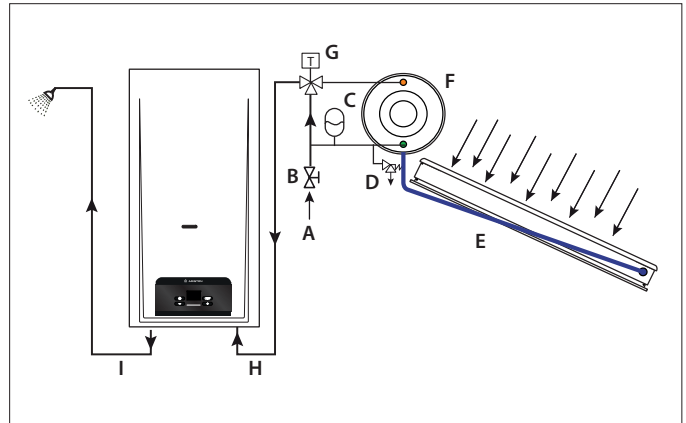

Figura 5 - Aparat integrat cu instalația solară
- Pentru a evita temperatura excesivă la intrarea apei, se recomandă instalarea unei supape termostatică (a se vedea figura 5 - Aparat integrat cu instalație solară - punctul G).